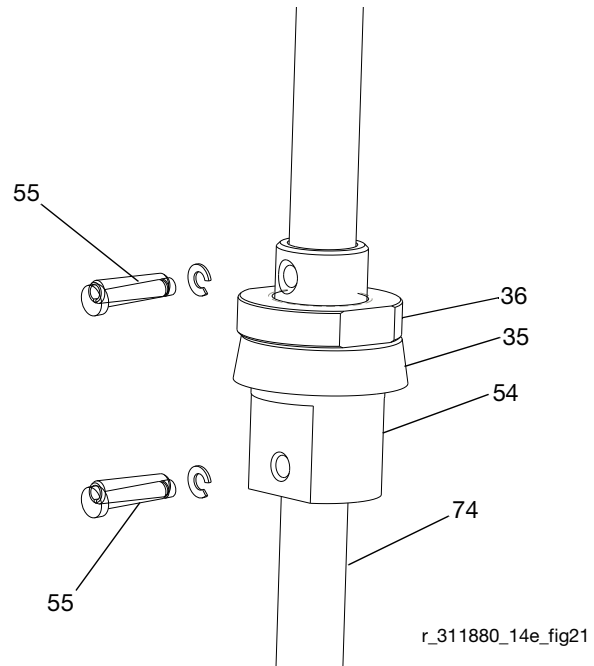

FIG. 21
10. Retire los pasadores (55). Consulte la FIG. 21.